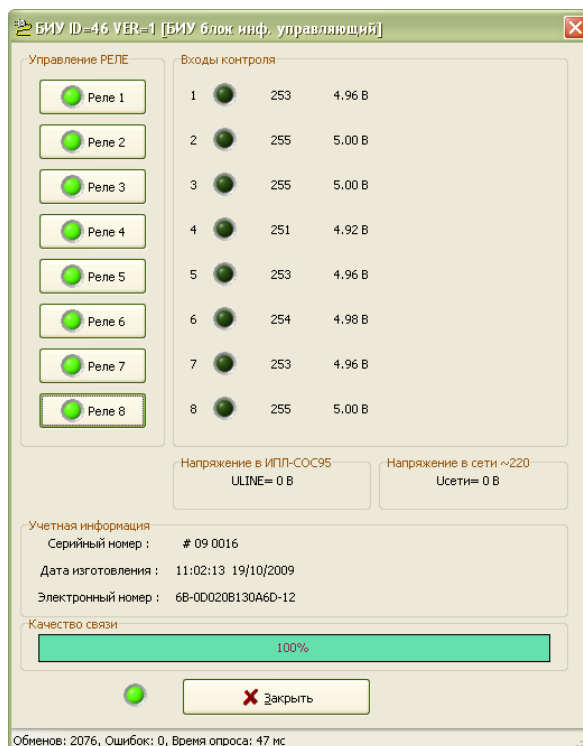

Рисунок 17 - Контроль выходов
5) Нажать указателем «мышки» на кнопку «Реле 1». Проверить свечение индикатора блока «Выход 1» (рисунок 17). Измерить сопротивление между контактами 1 и 2 разъема ХТ1 при помощи омметра, сопротивление должно быть не более 30 Ом.